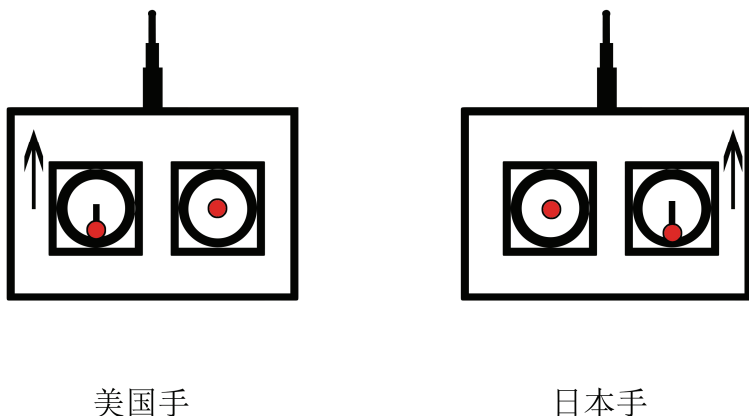

图 5.10 推动油门的方向
- 推动油门，开始起飞。缓慢推动油门（不要移动其他摇杆），摇杆移动方向如图 5.10 所示。注意观察飞行器的起飞状态。在飞行器起飞时，注意飞行器起飞的姿势，如果出现较大的偏斜马上拉下油门，避免出现意外，并且锁定飞控断开电源，然后检
查问题所在，排除问题后，重新开始测试。推动油门的方向如图 5.10 所示。